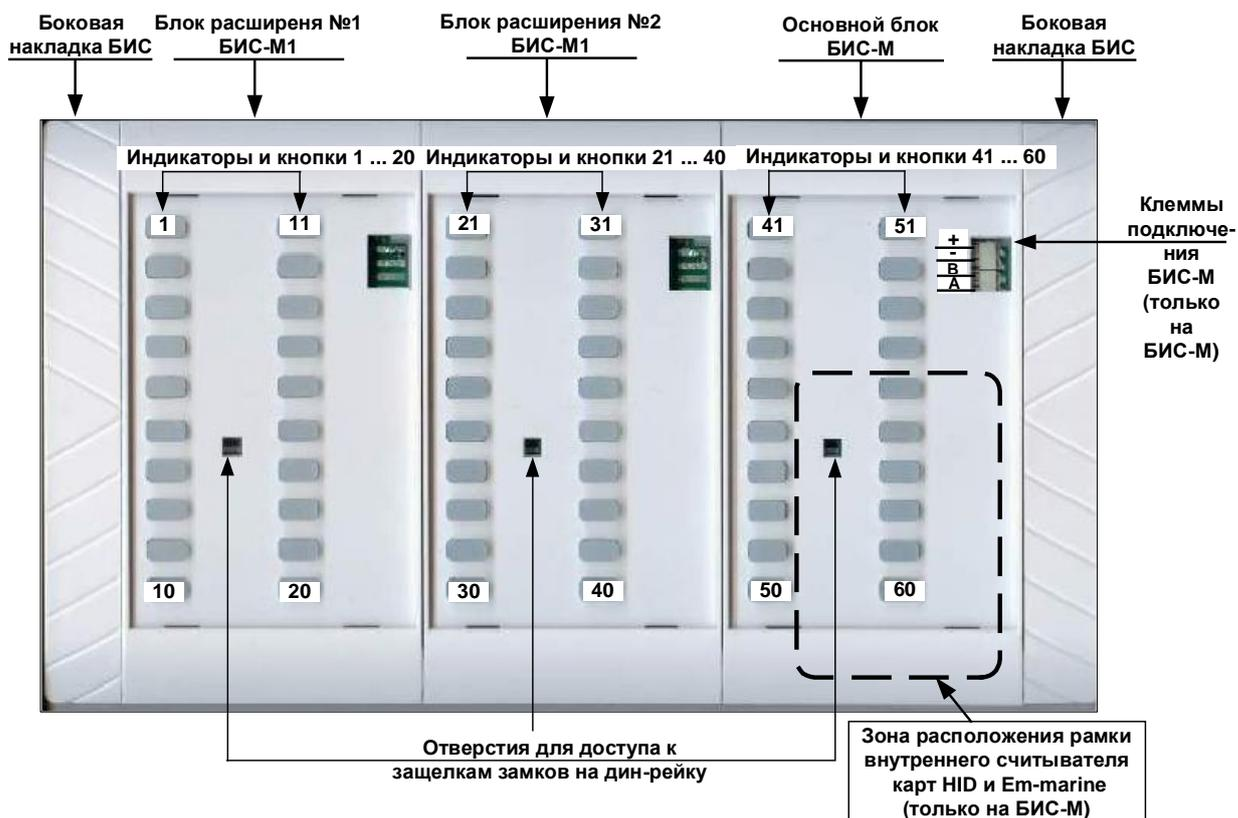

Рис. 1 Внешний вид БИС-М и двух блоков БИС-М1
1.1 БИС-М и БИС-М1 в совокупности представляют собой многоблочное устройство (от одного до 25-ми блоков, включая основной блок), каждый блок которого содержит 20 трехцветных светодиодных индикаторов и соответствующих им кнопок. Блоки посредством индикаторов и кнопок позволяют отображать состояния зон, технических средств, оборудования и т.д. и управлять ими. На Рис. 1 приведен внешний вид блока БИС-М и двух блоков БИС-М1 (60 индикаторов и кнопок).
Внешний БИС-М и двух блоков БИС-М1 показан на Рис. 1. Каждый секция содержит по 20 трехцветных светодиодных индикаторов и соответствующих им кнопок. В составе БИС-М предусмотрен звуковой динамик и рамка считывателя.